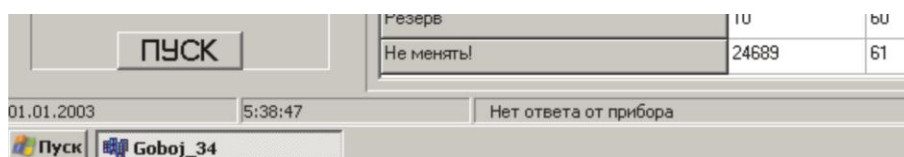

Рис.4
8. При правильной работе в поле на рис. 4 вместо “Нет ответа от прибора” должна появиться надпись “Соединение с прибором успешно”. Если нет связи, проверить интерфейсные линии RS485+ и RS485-.